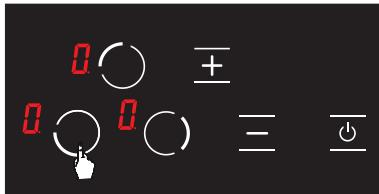

Abbildung 9
2. Die entsprechende Kochplatten-Auswaltaste wird einmal berührt. Bei der ersten Berührung erscheint das **H** Symbol. (siehe Abb. 9)